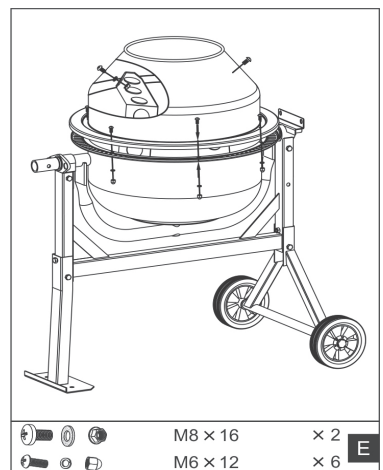

Abb.9
6. Legen Sie auf den unteren Teil der Trommel den Dichtungsring. Setzen Sie als nächstes die obere Trommeleinheit auf das untere Gegenstück. Die Pfeile an den Trommeleinheiten zeigen die richtige Positionierung der Hälften an und müssen aufeinander zeigen. Die Montageöffnungen der Mischschaufeln im Trommelinneren müssen in einer vertikalen Linie stehen. Falls nicht, lassen sich die Schaufeln nicht montieren. Verschrauben Sie die beiden Einheiten mit sechs Schrauben, Unterlegscheiben und Muttern des Typs M6 x 12. Verschrauben Sie anschließend die Mischschaufeln mit der oberen Einheit der Trommel und verwenden Sie Typ M8x16 sowie jeweils eine Lederscheibe. Ziehen Sie alle Schrauben fest (E), Abb.9.